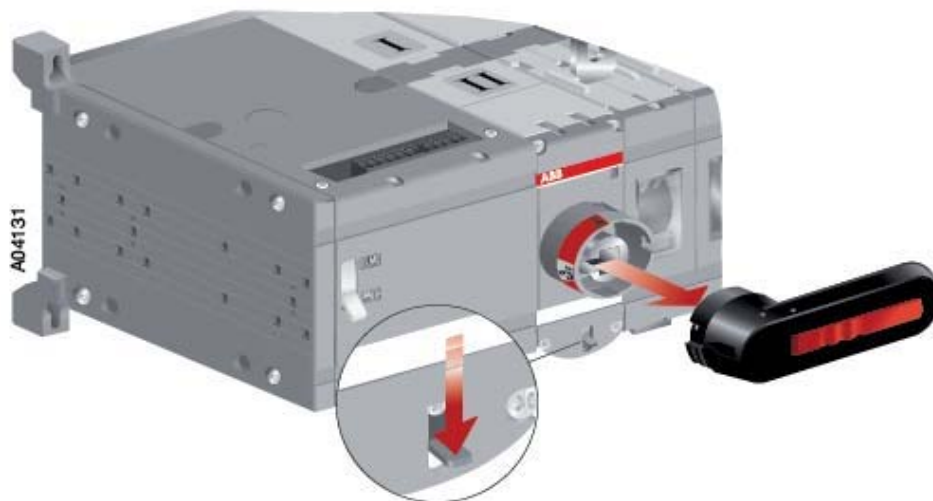

Рисунок 6.1 Отсоединение рукоятки
1. Снять рукоятку с панели реверсивного выключателя нагрузки нажав вниз фиксатор под панелью рубильника и вытянув рукоятку как показано на рис. 6.1.